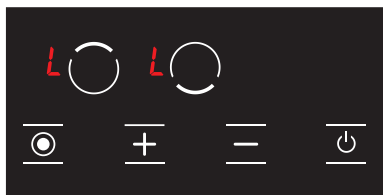

Рисунок 16
3. Блокировка от детей будет активирована, и все конфорки отображают значок , чтобы указать, что блокировка от детей активна. (см. Рисунок 16) Если какая-либо из конфорок горячая, значки и будут показаны по очереди.